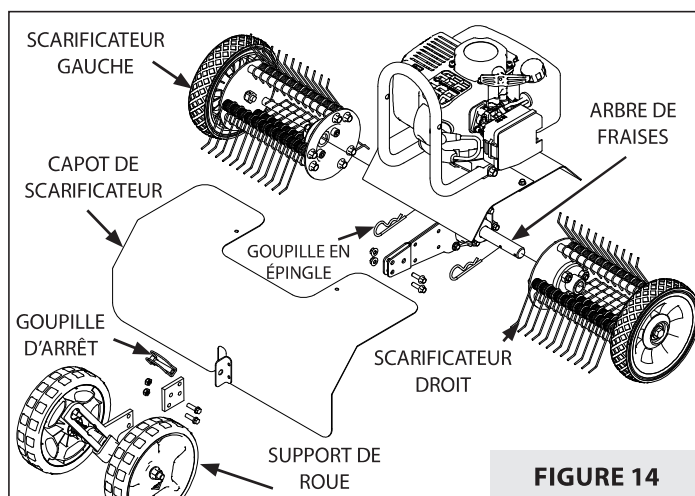

FIGURE 14
2. Dévisser les vis et écrous de fixation du support de roues sur la monture de barre de trainée et mettre le support de roue de côté. **VOIR FIGURE 14.**
3. Enfiler le capot de scarificateur sur le garde-boue de la machine par l'arrière et l'attacher avec des vis et des écrous. **VOIR FIGURES 14 ET 15.**
5. Poser la plaque de rallonge de roue à l'aide des vis et écrous supplémentaires. Assurez-vous que la rallonge de la roue soit orientée dans la bonne direction. (Le côté avec les deux trous le long du bord se raccorde à la monture de barre de trainée. **VOIR FIGURES 14 ET 15.**
6. Enfiler les éléments de scarificateur droit et gauche sur l'arbre de fraises en veillant à placer l'élément droit du côté droit et l'élément gauche du côté gauche, vu depuis la position de conduite. **VOIR FIGURE 14.**
7. Attacher les éléments de scarificateur à l'aide des goupilles en épingle. Les goupilles se posent dans les trous intérieurs de l'arbre de fraises. **VOIR FIGURE 14.**